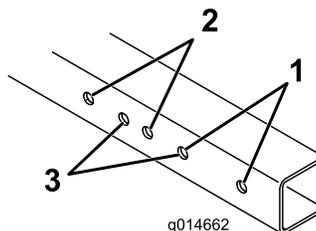

Рисунок 2
1. Чтобы определить, какие крепежные отверстия соответствуют ширине вашей газонокосилки, см. Рисунок 2.
**Примечание:** На газонокосилках Greensmaster 1000, 1010 и 2000, оборудованных механической щеткой, необходимо снять колесный вал на конце механической щетки и приобрести и установить новый колесный вал (№ по кат. 106–5385). Кроме того, необходимо установить рейлинг в сборе в отверстия на конце механической щетки на Greensmaster 1600 и 1610 (Рисунок 2).